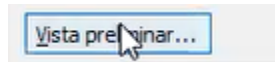

Figura 150. Vista preliminar.
- Para verificar que la selección fue correcta, dar clic en la opción “Vista preliminar”. Figura 150 y 151.